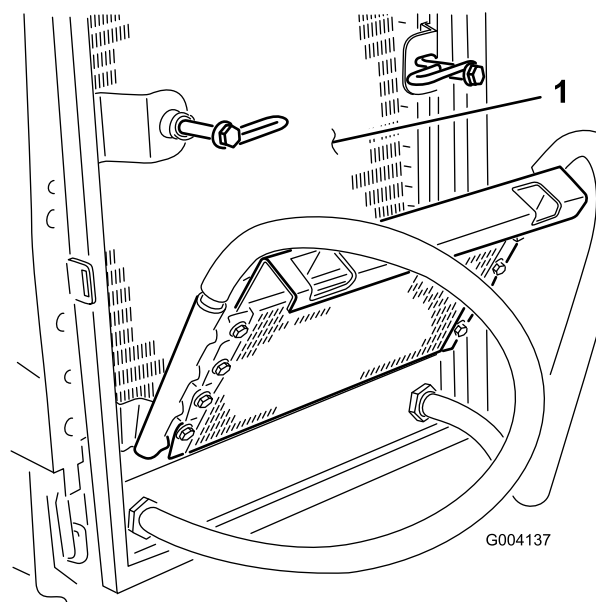

図 72
6. オイル・クーラとラジエターの裏表を（図 72）圧縮空気ですき洗いし、洗剤で洗剤を洗い落とす。